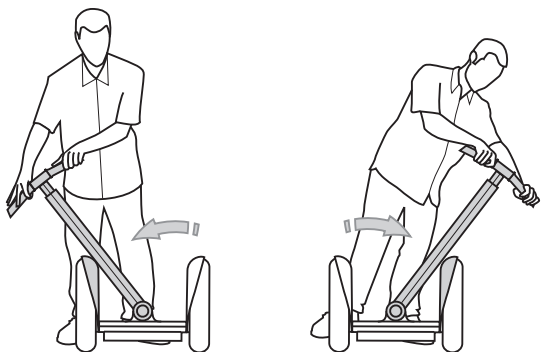

图 2. 从枢轴底座组件脱开倾斜操纵架
3. 将倾斜操纵架向左右两边扳动，直到其松开。当楔形夹紧组件从枢轴底座组件中脱开时，可听到一声卡嗒声并感觉到轻微的震动。请参见图 2。